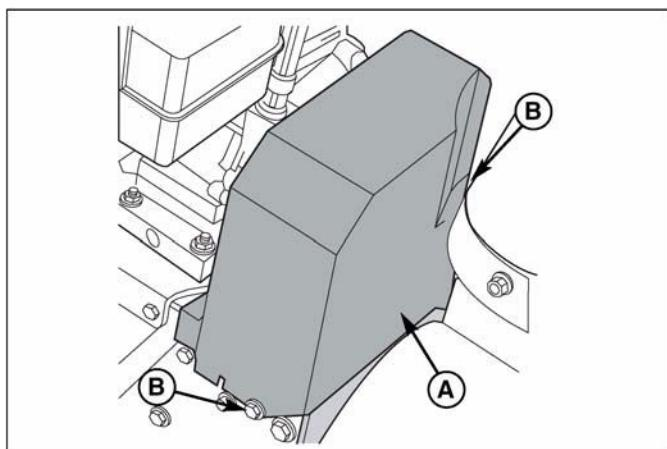

Рис. 25. Крышка ремня
2. Снимите болт (B, рис. 25) с крышки ремня (A). Снимите крышку (A).
6. Установите крышку ремня (A, рис. 25), зафиксируйте при помощи болтов (B).
2. Открутите болт (В, рис. 25) с крышкой ремня (А). Снимите крышку ремня (А).
5. Установите крышку ремня (А, рис. 25) и зафиксируйте ее при помощи болтов (В).